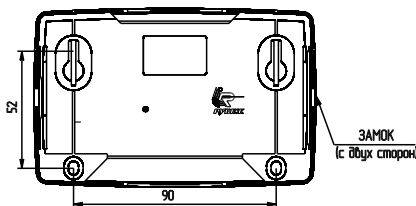

Рисунок 2
- б) при установке на стену (Рисунок 2):